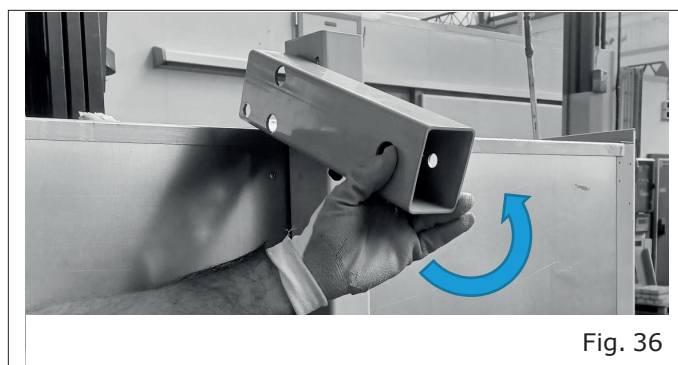
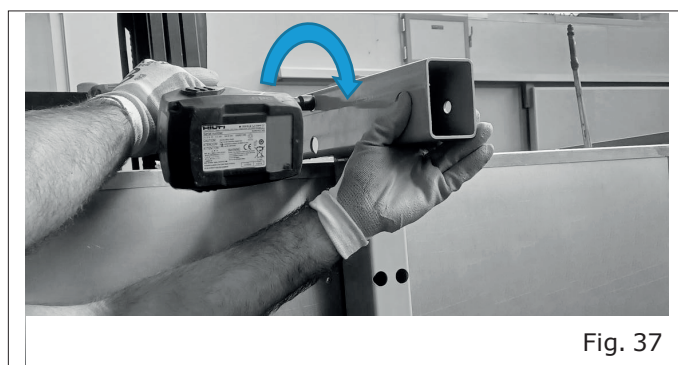

Fig. 36
Fig. 37
- Faites pivoter le longeron nouvellement retiré en le positionnant comme indiqué sur la figure ("Fig. 36") et fixez-le à nouveau au montant ("Fig. 37").